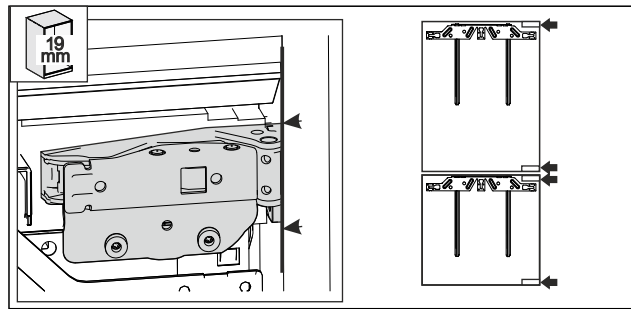

Fig. 57 *
- Бокова стінка меблів завтовшки 19 мм: передній край шарнірів вирівняно з передньою частиною бокової стінки меблів. Fig. 57 ()